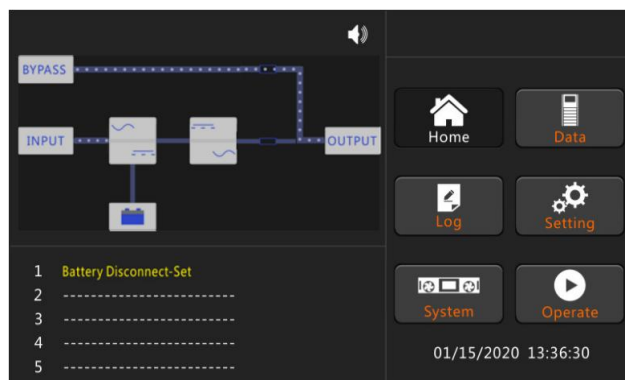

Abb.4-2 LCD des Bypassstarts
5. Nach etwa 30 Sek. ist der Gleichrichterstart abgeschlossen, der statische Bypass-Schalter ist eingeschaltet und die Bypass-Anzeige blinkt, wie in Abbildung 4-2 gezeigt